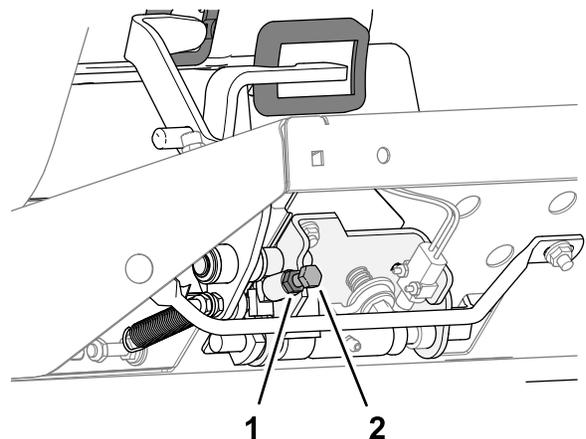

Figura 85
- Para reducir la velocidad de siega, gire el tornillo de tope de velocidad (Figura 85) en sentido horario.